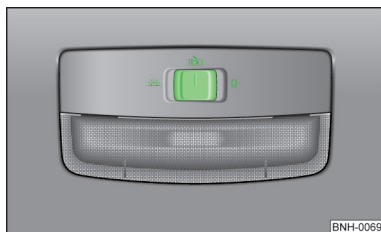

Fig. 29
**Positions du commutateur » fig. 29.**